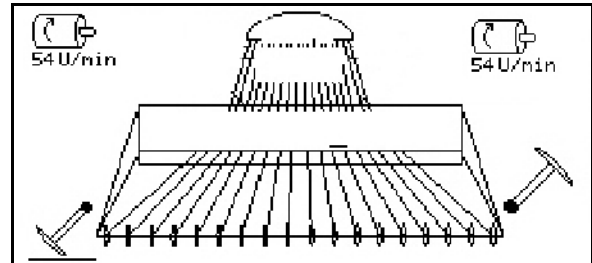

Рис. 49
- Устройство предварительной дозировки обеспечивает подачу посевного материала к сошникам в течение времени действия устройства (Рис. 49).